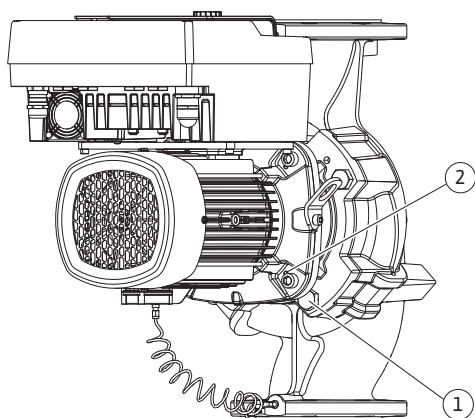

Fig. 10: Éjection du kit embrochable par les trous taraudés
- Éjecter le kit embrochable (voir Fig. 4) du corps de pompe. Pour ce faire, utiliser les deux trous taraudés (voir Fig. 10). Pour desserrer le logement, visser des vis M10 de longueur adéquate dans les trous taraudés.
- Desserrer la tôle de support du capteur de pression différentielle (Fig. I, pos. 13) de la bride de moteur en desserrant les vis (Fig. I et Fig. III, pos. 10). Laisser le capteur de pression différentielle (Fig. I, pos. 8) suspendu avec la tôle de support (Fig. I,
- pos. 13) au niveau des lignes de mesure de pression (Fig. I, pos. 7). Si besoin, débrancher le câble de raccordement du capteur de pression différentielle dans le module électronique.
6. Éjecter le kit embrochable (voir Fig. 4) du corps de pompe. Pour ce faire, utiliser les deux trous taraudés (voir Fig. 10). Pour desserrer le logement, visser des vis M10 de longueur adéquate dans les trous taraudés.
8. Desserrer les deux vis imperdables de la tôle de protection (Fig. I, pos. 27) et retirer la tôle de protection.
9. Engager une clé plate de surplat 18, 22 ou 27 mm dans le regard de la lanterne et maintenir l'arbre au niveau des surfaces de serrage (Fig. I, pos. 16). Dévisser l'écrou de blocage de roue (Fig. I, pos. 22). La roue (Fig. I/III, pos. 21) sort automatiquement de l'arbre. Utiliser un dispositif de tirage pour les roues en fonte.
10. Desserrer les vis (Fig. II, pos. 10 b) ou (Fig. III, pos. 10 a) selon le type de pompe.
11. Séparer la lanterne du centrage du moteur et la retirer de l'arbre à l'aide du dispositif de tirage à deux bras (dispositif de tirage universel). La garniture mécanique (Fig. I, pos. 25) est extraite en même temps. Éviter de mettre la lanterne en porte-à-faux.
12. Si la garniture mécanique est endommagée, extraire le grain fixe (Fig. I, pos. 26) de la garniture mécanique du logement de la lanterne. Mettre en place un nouveau grain fixe dans la lanterne.